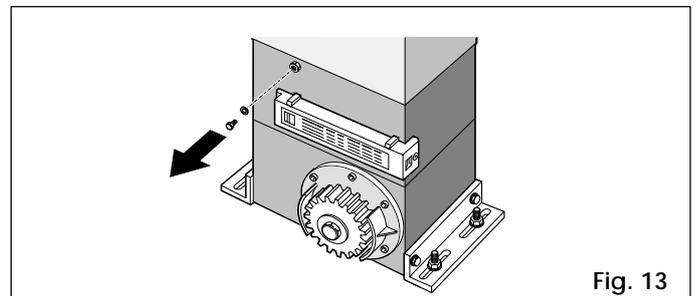

Fig. 13
- 7) Quitar el tornillo de desahogo (Fig. 13) y guardarlo.